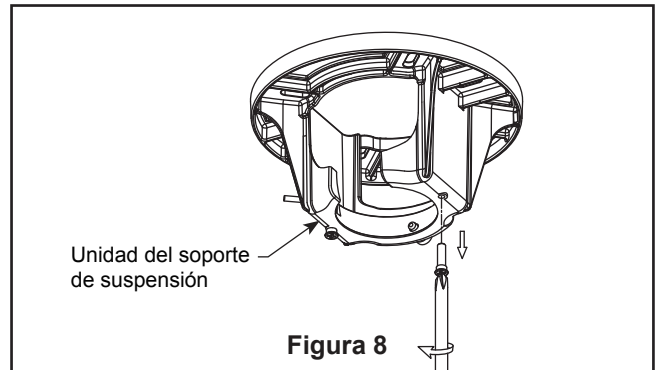

Figura 8
8. Extraiga una de los tornillos de hombro en el soporte del gancho y guarde los tornillos para pasos posteriores. Afloje el segundo tornillo de hombro sin extraiga completamente. (Figura 8)